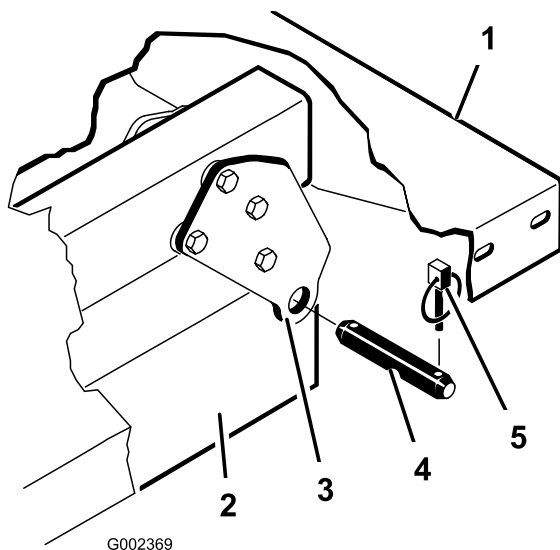

Figura 4
6. Îndepărtați tifturile de prindere i tifturile cu cap i gaură care fixează suporturile pivot ale platformei de canalele cadrului mainii (Figura 4).